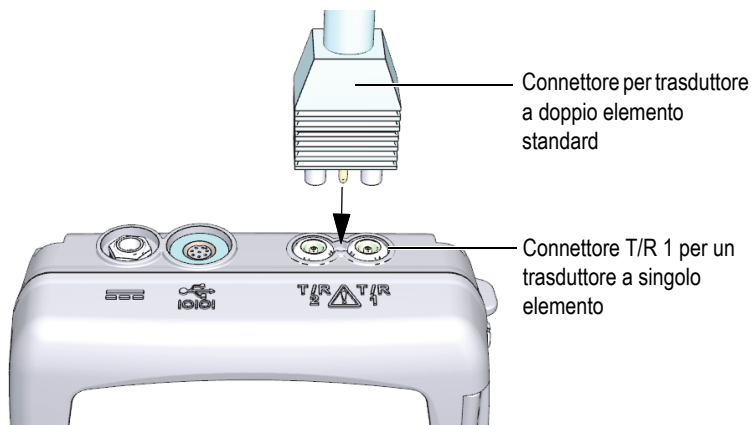

Figura 5-1 Collegamento del trasduttore
1. Collegare il trasduttore nei connettori del trasduttore situati nella parte superiore del 39DL PLUS (vedi Figura 5-1 a pagina 82). Usare il connettore T/R 1 per un trasduttore a singolo elemento.